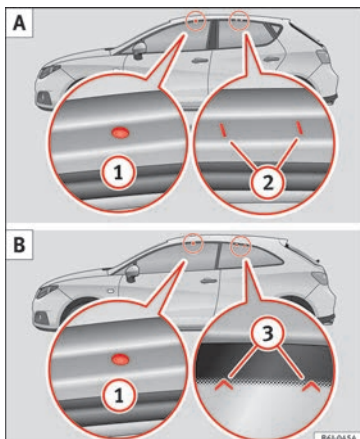

Fig. 123 Ibiza/Ibiza SC : points de fixation des barres longitudinales pour la galerie porte-bagages du toit.
Les points de fixation avant et arrière (1 et 2) peuvent uniquement se voir avec les portes ouvertes » **fig. 123 A**.
Les points de fixation avant (1) peuvent uniquement se voir avec les portes ouvertes ; les points de fixation arrière (3) sont marqués sur le bord supérieur de la vitre latérale avec des pointes de flèche » **fig. 123 B**.